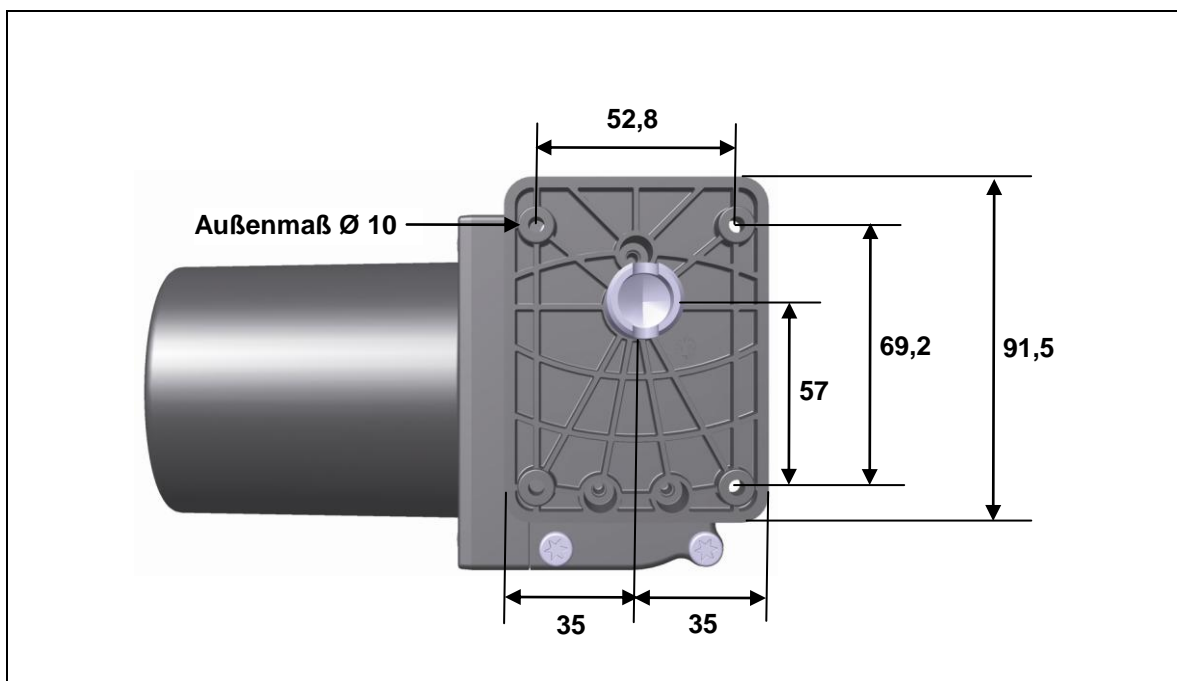
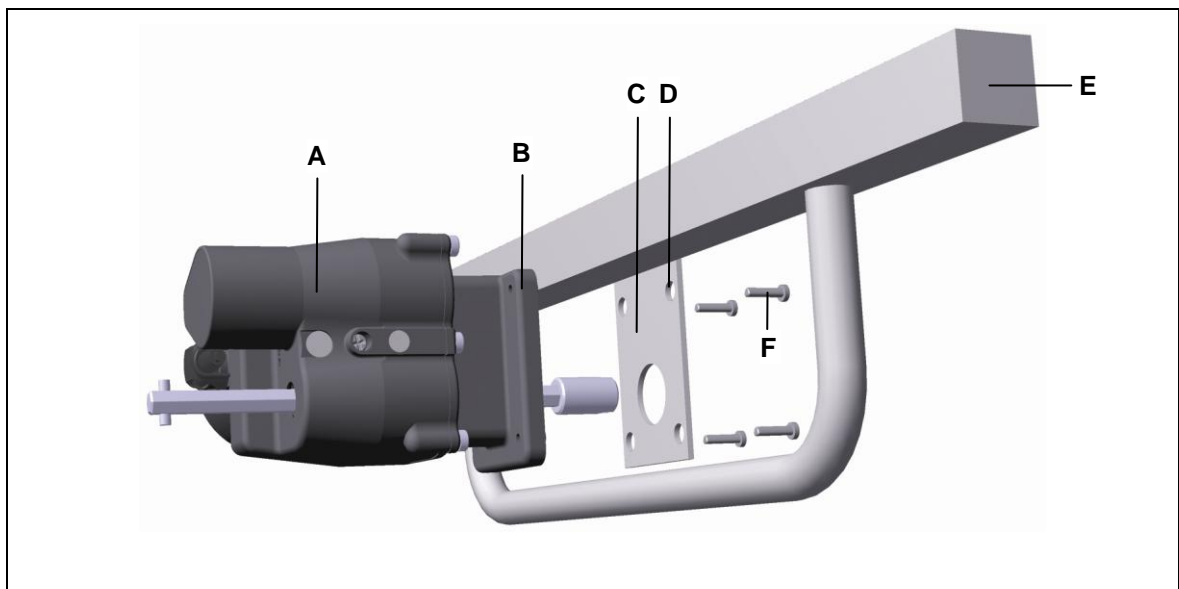
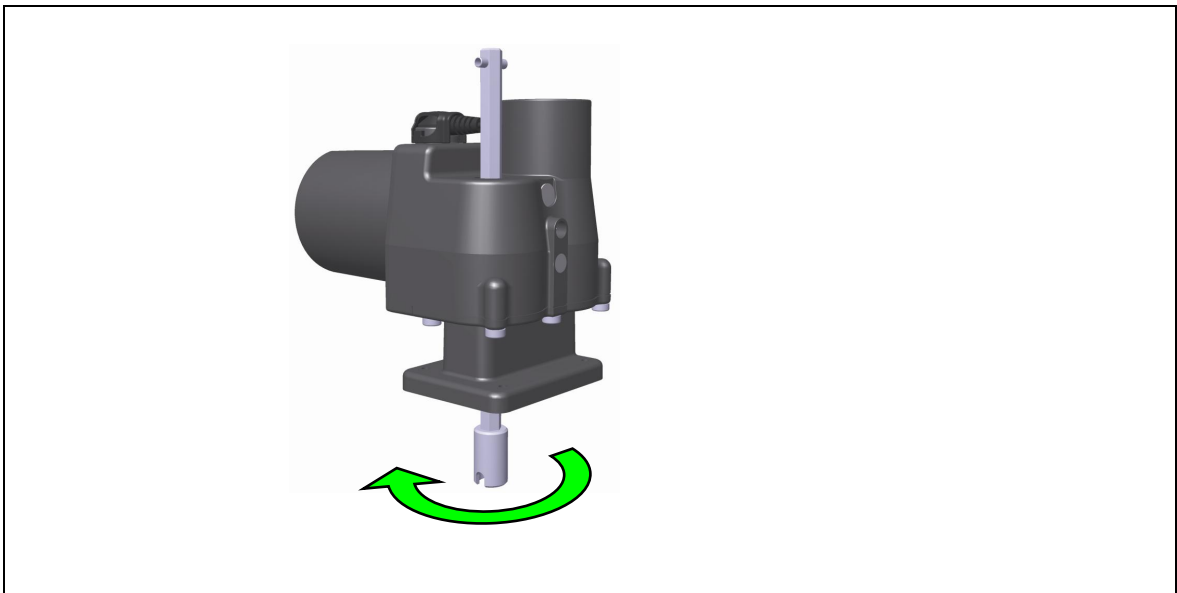

Abbildung 5 Montagemaße an der Adapterplatte des MEGAMAT MPR (Angaben in mm)
Abbildung 7 Montage des Antriebs (Beispiel)
Abbildung 8 Vorzugsdrehrichtung des MEGAMAT MPR
- 1 Fertigen Sie eine geeignete Befestigungsplatte (C in Abbildung 7, Dicke min. 2 mm) zur Befestigung des Antriebs MEGAMAT MPR an der Applikation (E) an. Abbildung 5 zeigt Ihnen die Maßangaben an der Adapterplatte (B) des Antriebs. Beachten Sie bei der vorgesehenen Ausrichtung des Antriebs die Vorzugsdrehrichtung (siehe Abbildung 8).